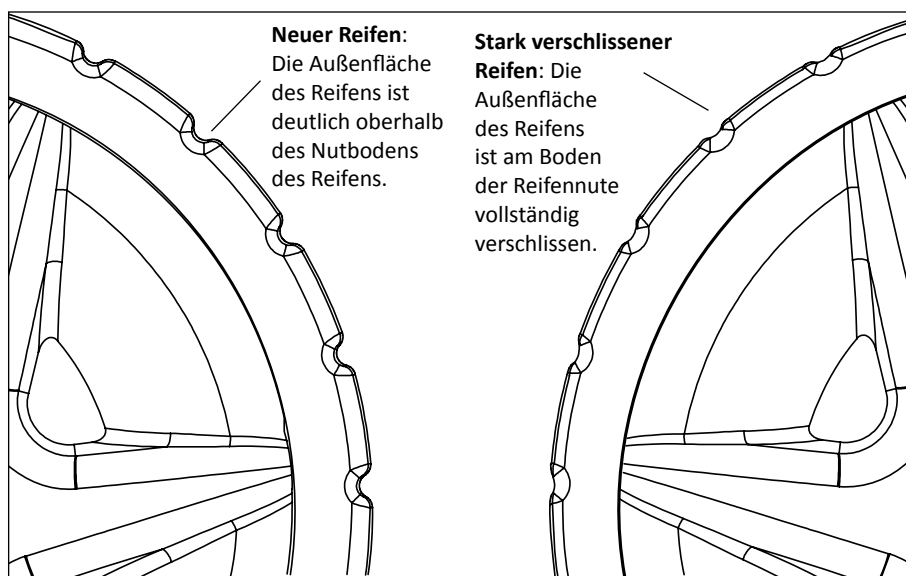

Abbildung 14: Reifenverschleiß - Vergleich
- Die Reifen sind nicht stark verschlissen. Siehe **Abbildung 14** auf der nächsten Seite.
Nach längerer Verwendung müssen die Gummiräder des selbstansaugenden LIL REBEL®-Poolreinigers möglicherweise ausgetauscht werden. Wenn die Reifen bis auf die Nute abgerieben sind, müssen die Reifen ausgetauscht werden. Siehe **Abbildung 14**.